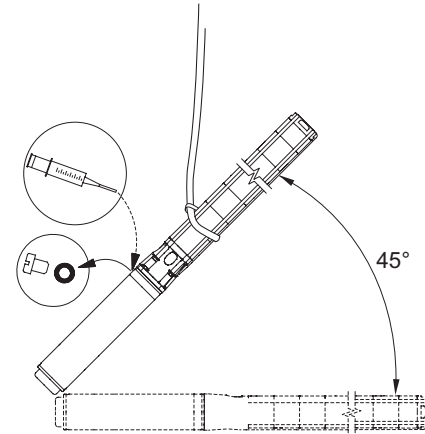

Abb. 3 Position der Pumpe während der Nachfüllung – MS 6000
- Falls der Motor ab Lager geliefert wurde, muss der Füllstand vor der Montage des Motors auf die Pumpe überprüft werden, siehe Abb. 3.
- Bei Servicearbeiten muss der Füllstand überprüft werden, siehe Abb. 3.
1. Unterwasserpumpe wie in Abb. 3 gezeigt stellen. Die Einfüllschraube muss der höchste Punkt des Motors sein.
3. Mit der Füllspritze Flüssigkeit in den Motor einfüllen, Abb. 3, bis diese aus der Einfüllöffnung austritt.